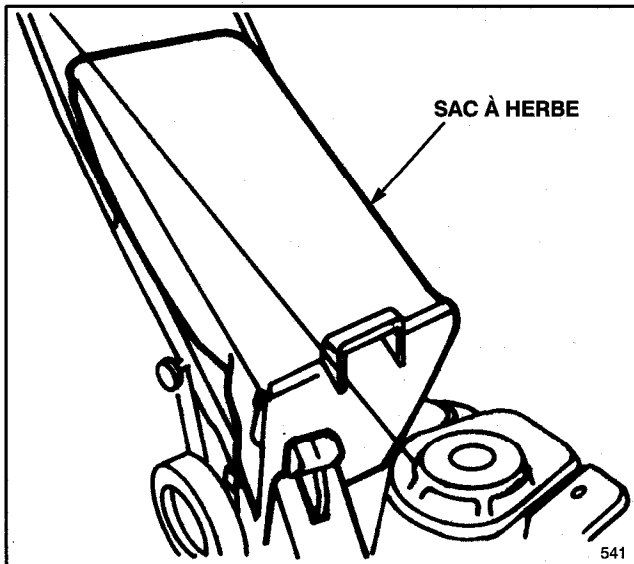

Figure 20
1. **Kit d'ensacheur arrière (modèle 59279).** Installez le canal d'éjection et le sac à herbe à montage arrière pour convertir la tondeuse Recycler® II en tondeuse à ensachage arrière (Fig. 20). Inclut l'obturateur du canal d'éjection.